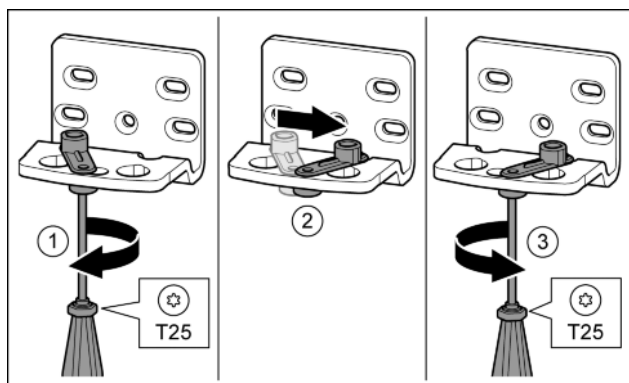

Fig. 15*
- Odvijačem T25 labavo zavijte vijak. Fig. 15 (1)*
- Podignite pomagalo za zatvaranje vrata i okrenite ga za 90° udesno u provrt. Fig. 15 (2)*
- Odvijačem T25 čvrsto pritegnite vijak. Fig. 15 (3)*